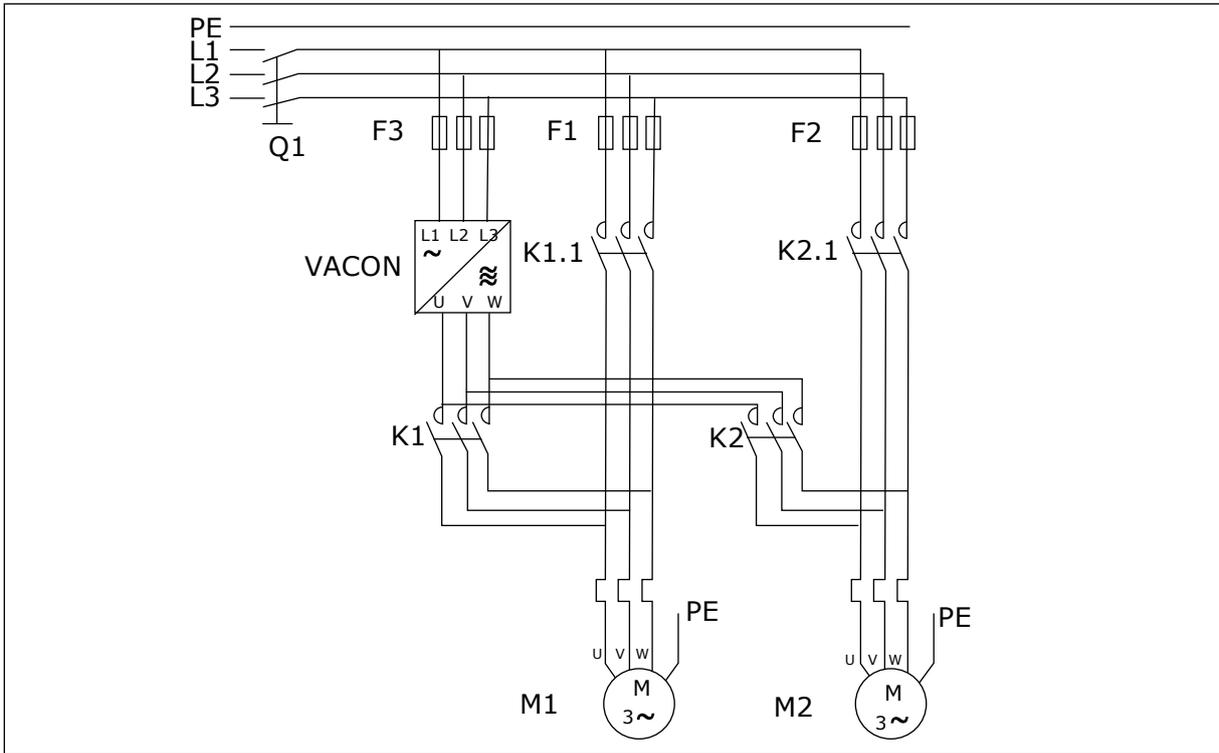
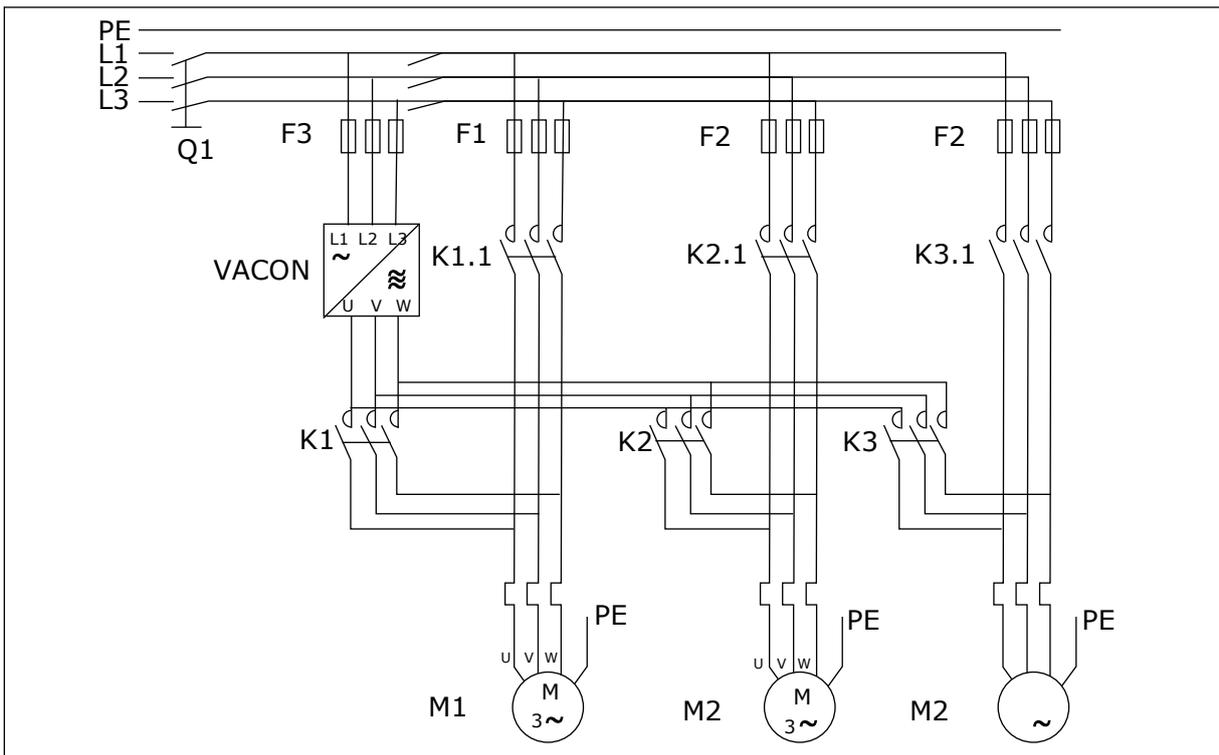

Fig. 98: Exemple de permutation à 2 pompes, schéma principal
Fig. 99: Exemple de permutation à 3 pompes, schéma principal
- Des contacteurs externes commandés via les sorties relais du convertisseur de fréquence connectent les entraînements au convertisseur de fréquence ou au réseau. Si le moteur commandé par le convertisseur de fréquence est inclus dans la séquence de permutation, il est toujours commandé via la sortie relais activée en premier. Les autres relais activés ultérieurement commandent les entraînements auxiliaires (voir Fig. 98 Exemple de permutation à 2 pompes, schéma principal et Fig. 99 Exemple de permutation à 3 pompes, schéma principal).
Le changement automatique de l'ordre de démarrage et d'arrêt est activé et appliqué aux entraînements auxiliaires uniquement ou aux entraînements auxiliaires et à l'entraînement commandé par le convertisseur de fréquence, selon la valeur du paramètre 2.9.25, Sélection des automatismes. Par défaut, la permutation est activée pour 2 entraînements. Voir Fig. 19 *Applicatif de commande pour pompes et ventilateurs – Configuration des E/S par défaut et exemple de connexion (avec transmetteur 2 fils)* et Fig. 98 *Exemple de permutation à 2 pompes, schéma principal*.